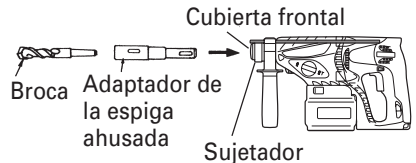
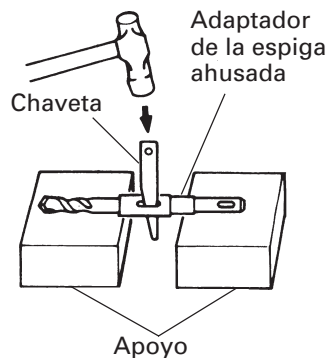

Fig. 17
Fig. 18
- (1) Montar el adaptador de la espiga ahusada en el martillo giratorio. (Fig. 17)
- (2) Montar la broca (espiga ahusada) en el adaptador de la espiga ahusada. (Fig. 17)
- (3) Poner el interruptor en la posición de encendido (ON), y taladrar un agujero de la profundidad especificada.
- (4) Para quitar la broca (espiga ahusada), insertar la chaveta en la ranura del adaptador de la espiga ahusada y golpear la cabeza de la chaveta con un martillo. Usar apoyos como se muestra en la Fig. 18.